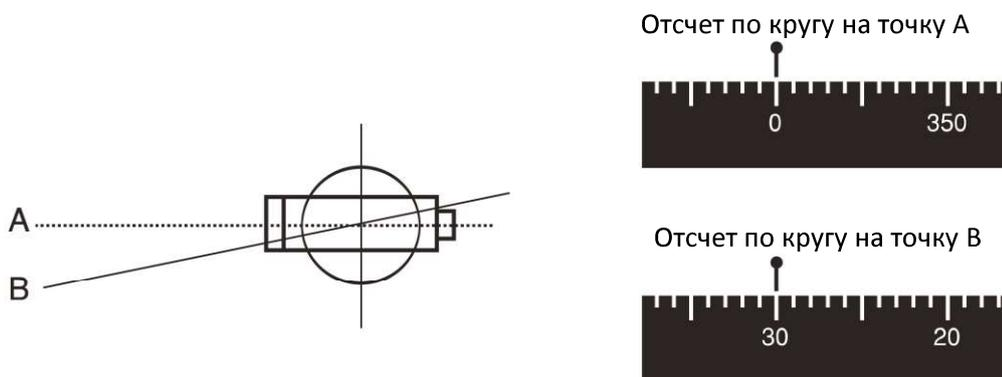

Рисунок 12
- 4.4.3.2. Наведите на точку А и установите лимб горизонтального круга в положение «0» (см. Рисунок 12).